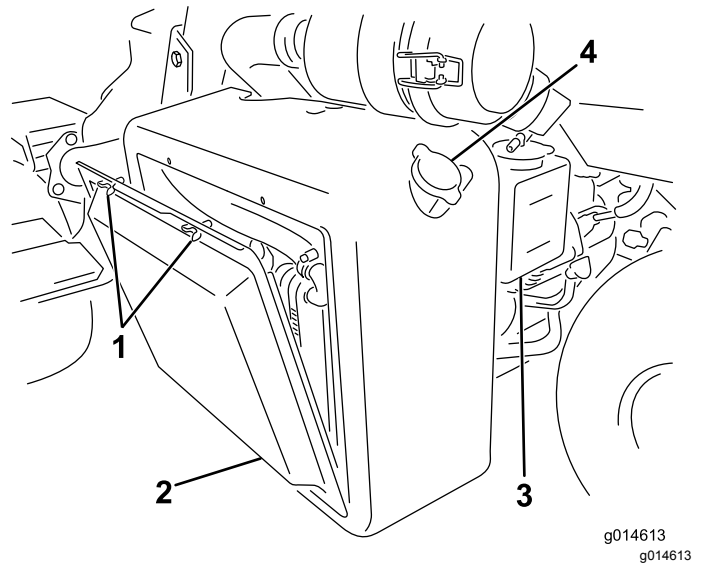

Bild 54
1. Entfernen Sie das Gitter (**Bild 54**).